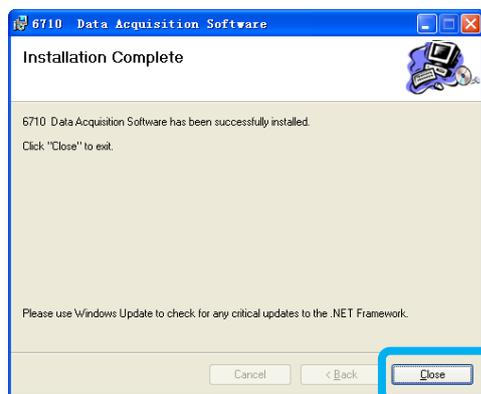

図 8
- 図 8 が表示されたら、[Close]をクリックしてソフトウェアのインストールを終了します。